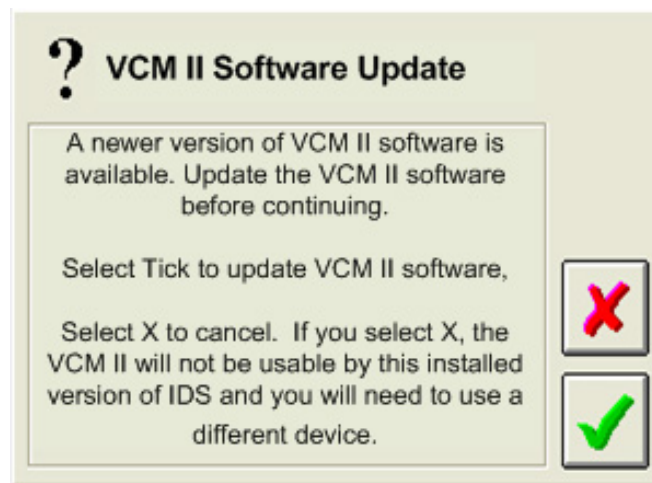

FIGURA 3: **ICONO DE ESTADO VCM II VENTANA EMERGENTE DE ACTUALIZACIÓN DE SOFTWARE**
IDS le notificará si la versión de software de **Icono de estado VCM II** está desactualizada. En este caso, **IDS** le solicitará que actualice el software de **Icono de estado VCM II** con la ventana emergente que se muestra en la FIGURA 3. La ventana emergente puede contener información adicional si hay aplicaciones, como el Registrador de vuelo del cliente, instaladas en el **Icono de estado VCM II**.
10. Aparecerá la ventana emergente de **IDS** que se muestra en la FIGURA 3 y le notificará al usuario que hay disponible una nueva versión de software de **Icono de estado VCM II**. Seleccione el botón **Botón de marca de verificación** para actualizar el software de **Icono de estado VCM II**.